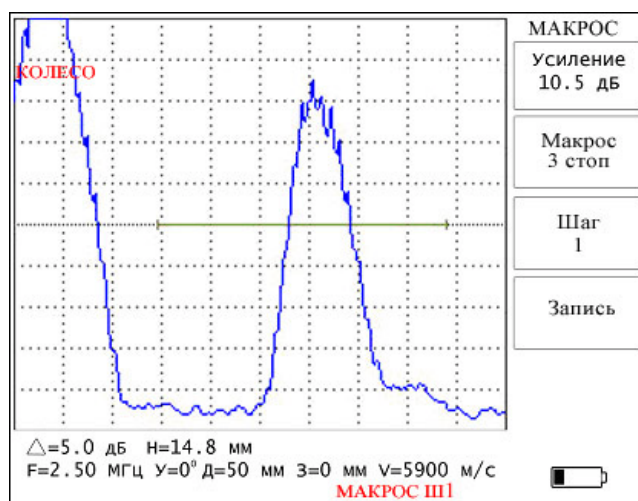

Рис. 6.1.
6.9.3. Для выполнения макроса необходимо зайти в меню «**Макрос**» основного меню. Далее клавишами «-» и «+» напротив окна «**Макрос**» выбрать требуемый для выполнения макрос и подтвердить выбор нажатием клавиши «». Выбранный макрос выполняется по шагам, каждый из которых представляет собой заранее записанную настройку. Когда макрос вызван, автоматически вызывается к выполнению первый шаг – это отражено в окне «**Шаг**» (рис. 6.1). Для того чтобы перейти к выполнению следующего шага в макросе необходимо нажать клавишу «+» напротив окна «**Шаг**».